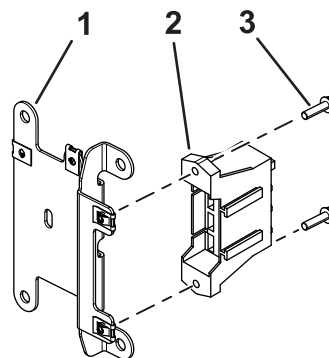

図 3
3. ヒューズ取り付けプレートに、ワイヤハーネスのヒューズブロックを取り付けるねじ#10 x $\frac{3}{4}$ "2本で 図 3 のように取り付ける。